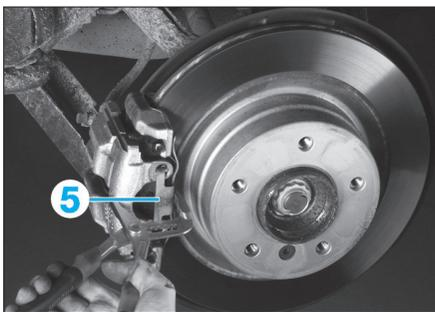

Fig. 18
- Déposer l'agrafe (5) (à l'aide d'une pince multiprise par exemple) (Fig.18),